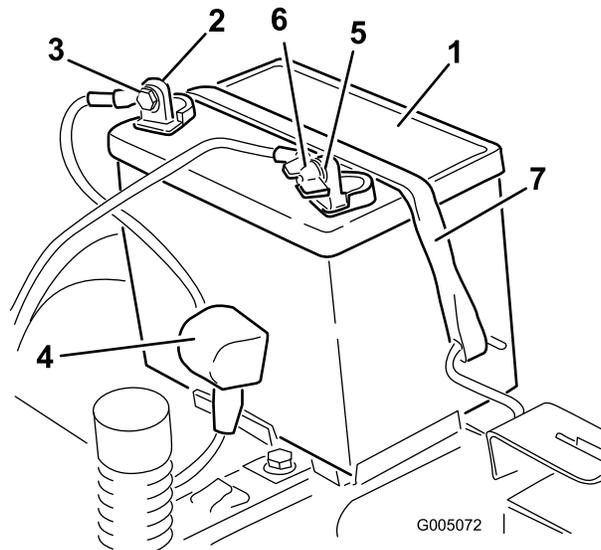

Figure 38
4. Débranchez le câble négatif (noir) de mise à la masse de la borne de la batterie (Figure 38). Conservez toutes les fixations.
5. Repoussez le capuchon en caoutchouc sur le câble positif (rouge). Débranchez le câble positif (rouge) de la borne de la batterie (Figure 38). Conservez toutes les fixations.
6. Déposez la barrette de maintien de la batterie et soulevez la batterie de son support (Figure 38).
1. Placez la batterie dans son support (Figure 38).
5. Fixez la batterie en place à l'aide de la barrette de maintien (Figure 38).